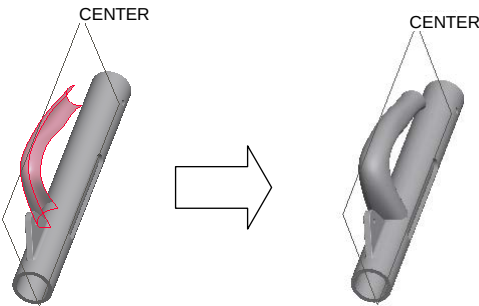

图 8.9.31 造型曲面的镜像
Step1. 创建图 8.9.31 所示的造型曲面的镜像。
- (1) 选择要镜像的造型曲面。
- (2) 选择镜像曲面的命令。单击 **模型** 功能选项卡 **编辑** 区域中的“镜像”按钮 .
- (3) 选取镜像平面 CENTER 基准平面。
- (4) 单击操控板中的“完成”按钮 .